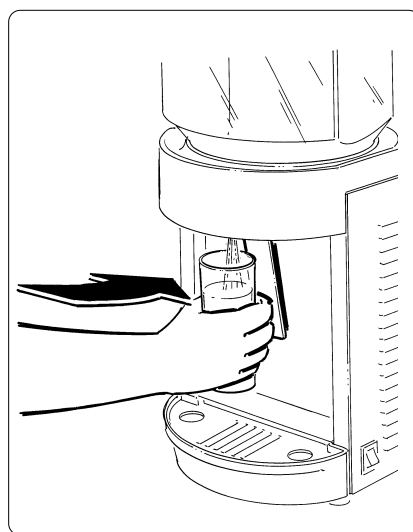

Abb. 2
- Für die Ausgabe des Produkts einen Becher unter den Hahn stellen und den entsprechenden Hebel nach innen drücken (Abb. 2).